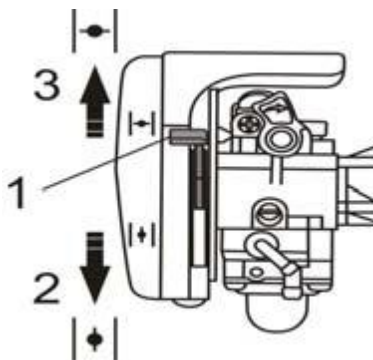

Fig. 9
2. Fermer entièrement le starter. Lorsqu'il reste du carburant et que le moteur est chaud, placer le levier de starter sur la position entièrement ouverte. (Fig .9)